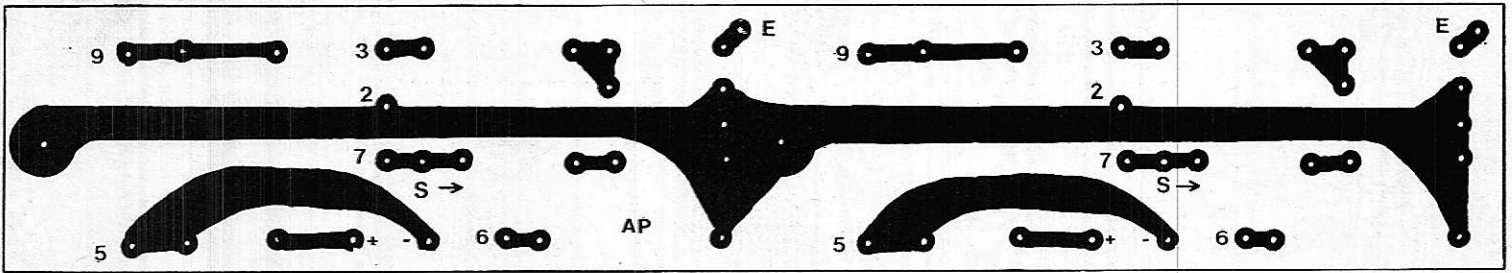

Figure 11
C. Montage de l'ampli de puissance : figures 11 et 12